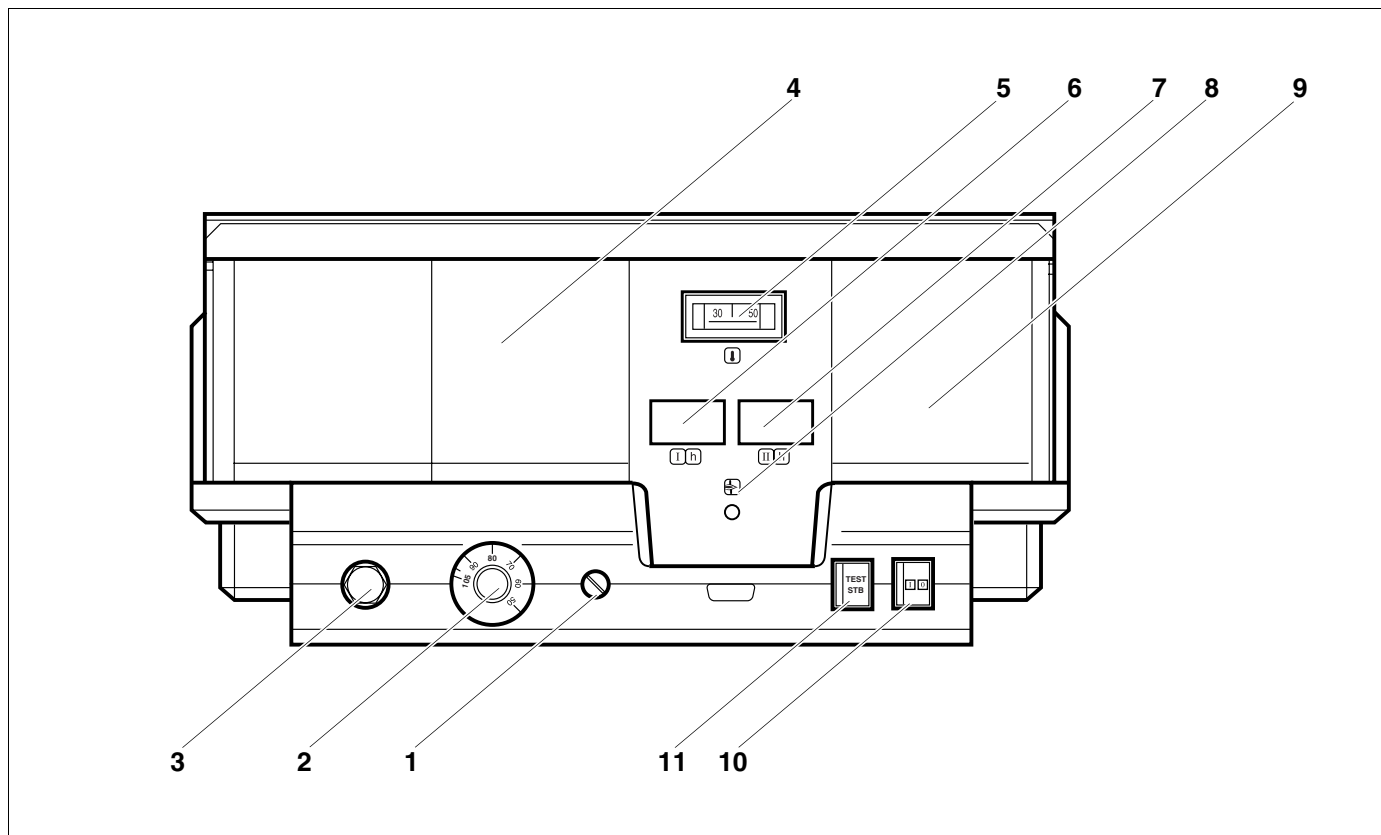
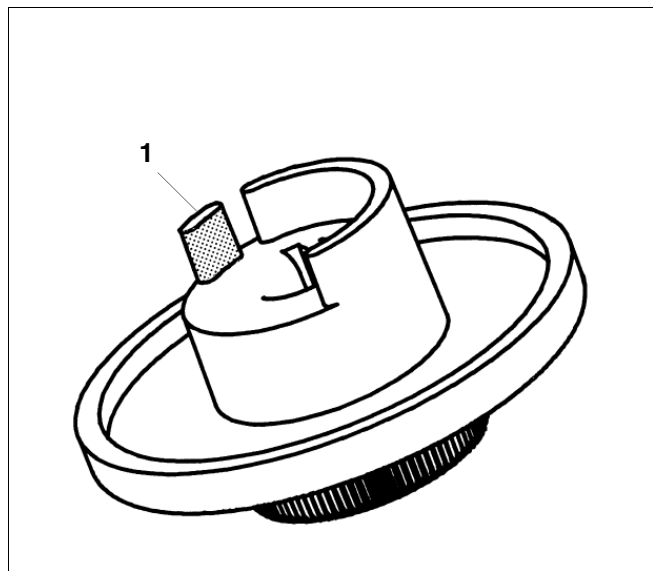

Fig. 1 Elementi di servizio del regolatore Logamatic 4212
Fig. 5 Pomello di taratura
Legenda per Fig. 1
Se la caldaia è equipaggiata con un modulo funzione di esercizio caldaia ZM 427 oppure con una regolazione esterna, il regolatore della temperatura di acqua caldaia (fig. 1, **pos. 2**) deve essere impostato su almeno 80 °C.
Il regolatore di temperatura acqua caldaia (fig. 1, **pos. 2**) è un termostato di regolazione TR a due uscite per bruciatori bistadio.
Se la spia di anomalia bruciatore è accesa (fig. 1, **pos. 8**), avvisare la Vs ditta termotecnica specializzata per rimuovere l'anomalia.
Il tasto STB (fig. 1, **pos. 11**) è da usarsi per la verifica del limitatore di sicurezza di temperatura (fig. 1, **pos. 3**) da parte della ditta di riscaldamento.
- Premere il tasto STB (fig. 1, **pos. 11**) e tenerlo premuto fino a che il limitatore di sicurezza di temperatura STB (fig. 1, **pos. 3**) non sia attivato.
- Per il riarmo del limitatore di sicurezza di temperatura (fig. 1, **pos. 3**) occorre svitare il dado a cappello dell'STB e premere il pulsante di riarmo che si trova sotto.
- Estrarre il pomello di taratura (fig. 5) del regolatore di temperatura acqua caldaia (fig. 1, **pos. 2**).
- rompere la camma di arresto (fig. 5, **pos. 1**).
- Innestare nuovamente il pomello di taratura sul regolatore di temperatura acqua caldaia (fig. 1, **pos. 2**).